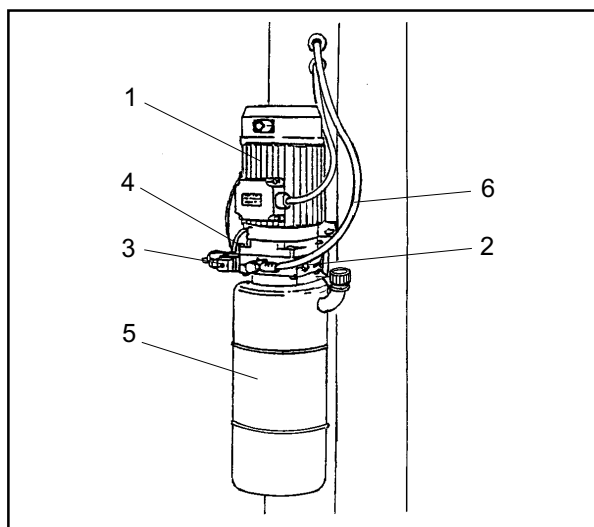

Fig.5 Centralina idraulica
- 2 cilindri idraulici (8), per il sollevamento dei carrelli, ancorati alle piastre di base delle colonne.
- 1 centralina idraulica (vedi fig.5), posta sulla colonna comando, per l'azionamento dei cilindri.
CENTRALINA IDRAULICA (Fig.5)
- 2 hydraulic cylinders (8), to lift the carriages anchored to the post basis pads.
- 1 hydraulic unit (see. fig. 5), on the command side, to set the cylinders run.
HYDRAULIC POWER UNIT (Fig.5)